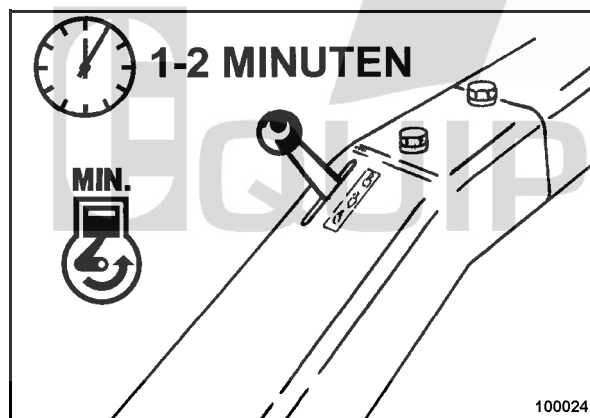

fig. 28
- Positionner le levier de réglage du régime (fig. 28) sur "MIN".